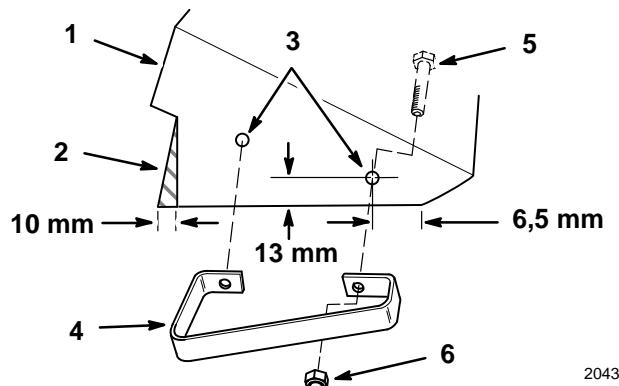

Figure 3
1. Mesurer 10 mm de l'angle arrière extérieur du déflecteur d'herbe et tracer une ligne jusqu'à l'angle intérieur (Fig. 3). Couper le déflecteur d'herbe suivant la ligne.
2. Marquer et percer un trou de 9 mm à 13 mm du bord inférieur et 6,5 mm de l'extrémité du déflecteur d'herbe (Fig. 3).
4. Marquer et percer un second trou de 9 mm dans le déflecteur d'herbe (Fig. 3).
5. Fixer la garde au déflecteur d'herbe à l'aide de 2 boulons de 8 mm (5/16") insérés de l'intérieur, et maintenus par des écrous minces de 8 mm (5/16") (Fig. 3).